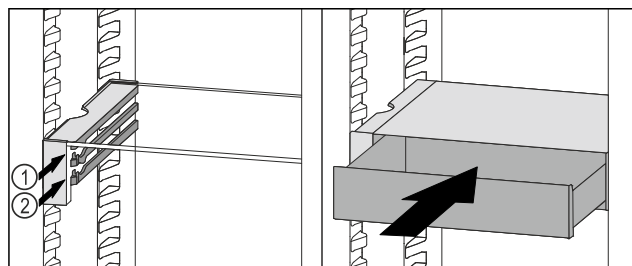

Fig. 103
- Установите выдвижной ящик VarioSafe за стопоры на требуемый выступ Fig. 103 (1) или Fig. 103 (2).